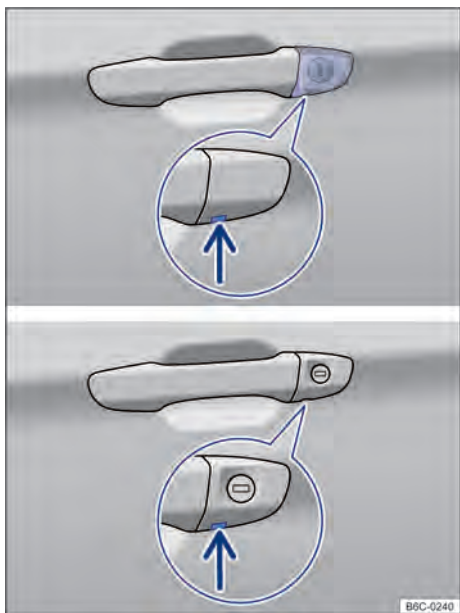

Fig. 52 Manilla de la puerta del conductor: bombín de la cerradura. ►
- Colocar el paletón de la llave por abajo en el hueco de paso de la cubierta → fig. 52 (flecha).